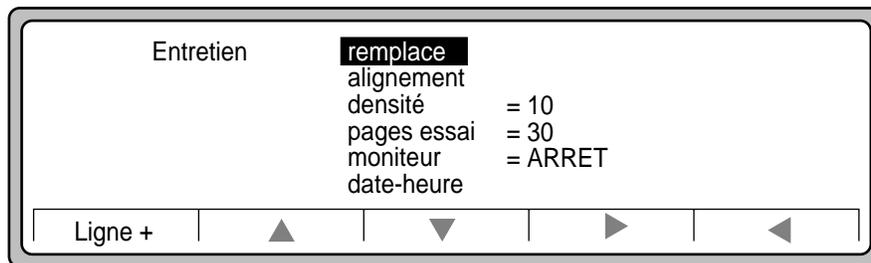

Figure 4-10 Options du menu Entretien
- Utilisez le pointeur ► pour afficher les options du menu Entretien, comme illustré à la Figure 4-10.